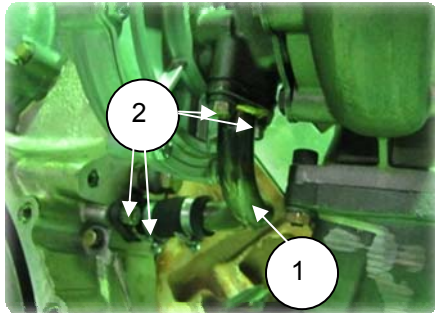

Рис. 2.20
1. Снять патрубок слива масла (1), отвернув 4 болта М10 (2) (S=14) его крепления (рис. 2.20);